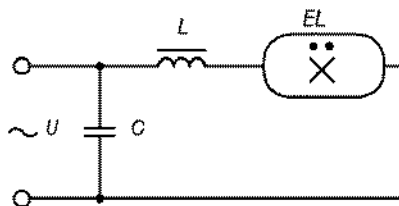

Рисунок 2.12
**Задача 2.11.** Определить ёмкость конденсатора для повышения коэффициента мощности до  $\cos \varphi' = 0,95$  (рис. 2.12) люминесцентного светильника с номинальным напряжением питания  $U$ , напряжением на зажимах лампы  $U_d$  и мощностью  $P_{\text{ном}}$ , используя исходные данные таблицы 2.11.